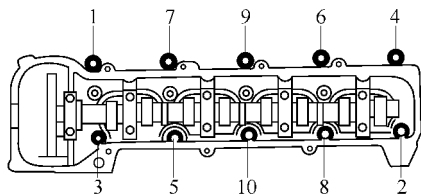

图 1-13 旋下 10 个缸盖螺栓
2) 使用 12 边套筒扳手, 按图 1-13 所示的编号次序, 分两步或三步逐渐地旋下 10 个缸盖螺栓。